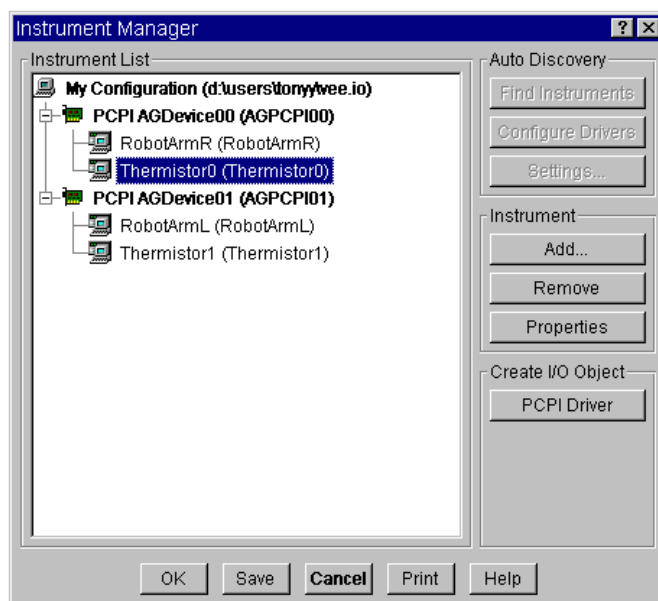

図 3-23. [Instrument Manager] での ODAS ドライバリスト
1. [I/O] ⇒ [Instrument Manager] を選択します。[Find Instruments] を選択します。[Instrument Manager] には図 3-23 のようなリストが表示されます。